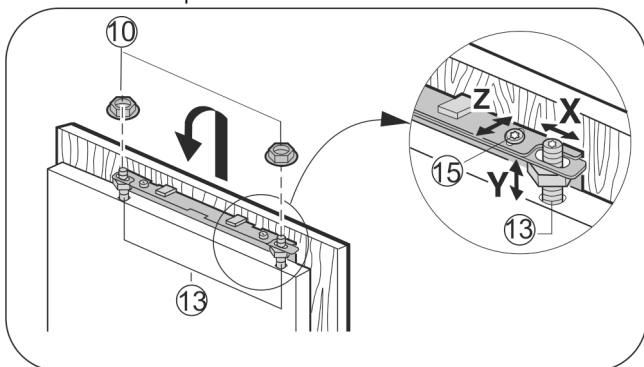

Fig. 27
- ▶ Accrocher la porte du placard sur les boulons d'ajustement, visser légèrement les contre-écrous sur les boulons d'ajustement. Fig. 27 (13) Fig. 27 (10)
- ▶ Ajuster la porte du placard à hauteur de Y et en l'inclinant sur le côté : régler les boulons d'ajustement Fig. 27 (13) à l'aide d'un tournevis.
- ▶ Serrer les contre-écrous Fig. 27 (10).